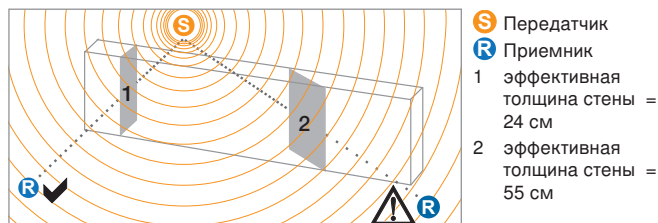

Рис. 3: Эффективная толщина стены при распространении радиоволн
- Выбирайте линию, соединяющую радиопередатчик и радиоприемник таким образом, чтобы она проходила как можно более короткий путь через кирпичную кладку или иные гасящие радиоволны материалы (см. рисунок 3). Особенно избегайте ниши каменных кладок, так как они препятствуют распространению радиоволн.